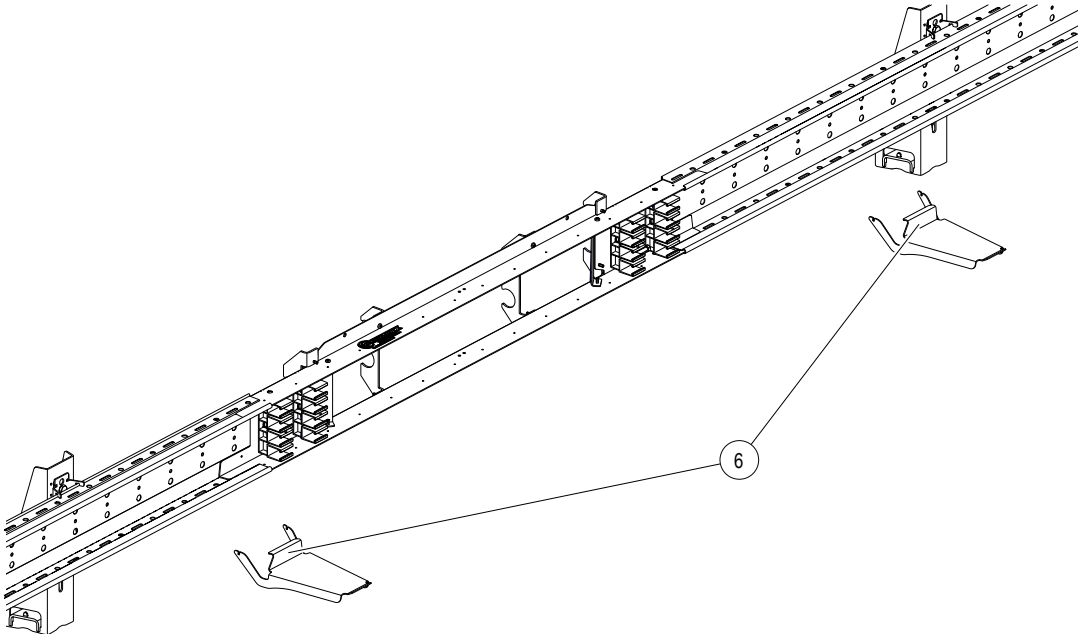

Abb. 40: Hilfskonsole (6) in das ProShell-Tragprofil einhängen
1. Die Hilfskonsolen (6) in die ProShell-Tragprofilsschienen einhängen (siehe Abb. 40).